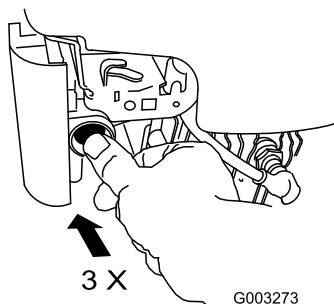

Figure 16
1. Appuyez fermement à 3 reprises sur l'amorceur avec le pouce, en marquant une pause d'une seconde chaque fois (Figure 16).